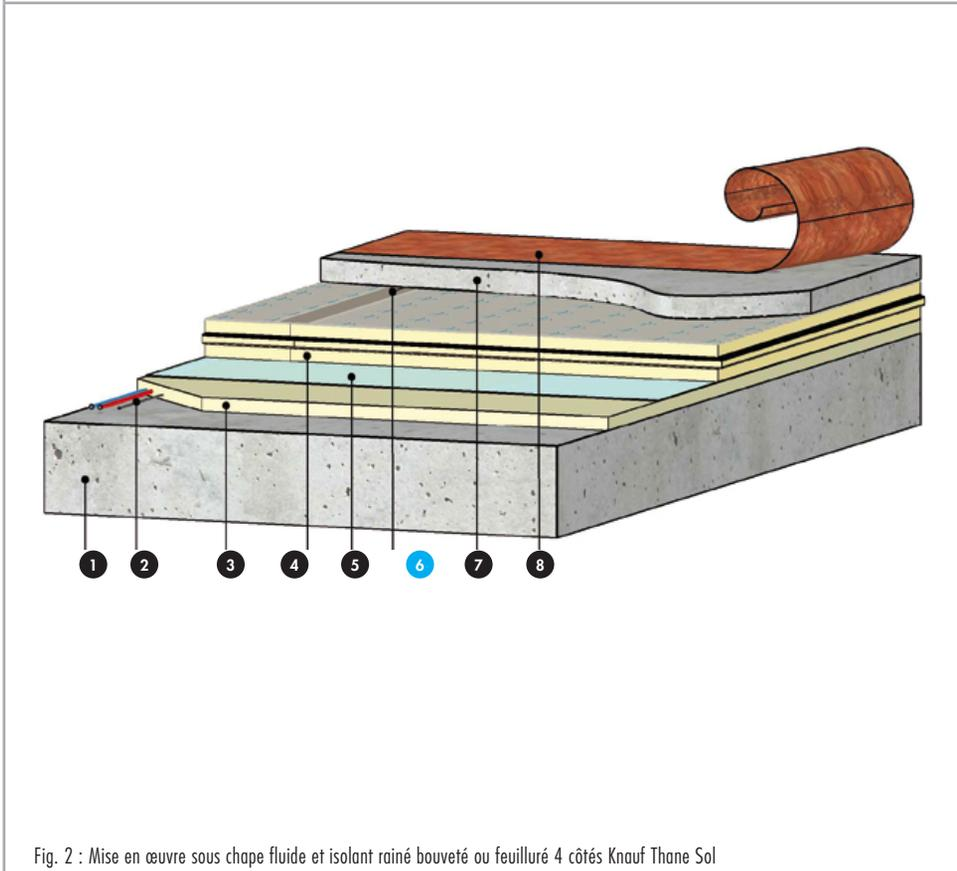

Fig. 2 : Mise en œuvre sous chape fluide et isolant rainé bouveté ou feuilluré 4 côtés Knauf Thane Sol
**Nomenclature de la figure 2**